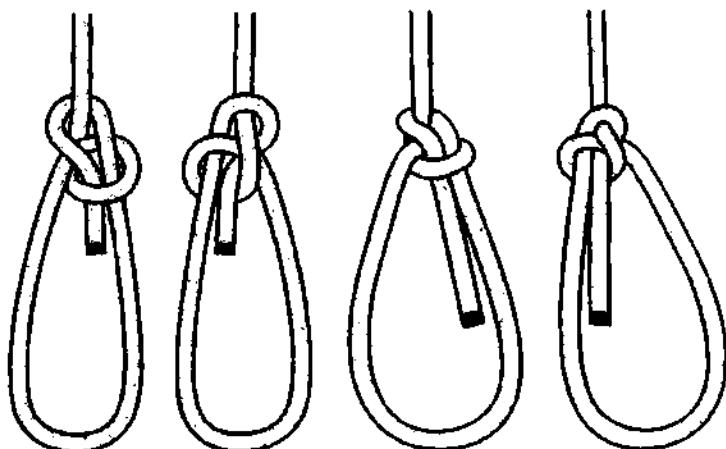
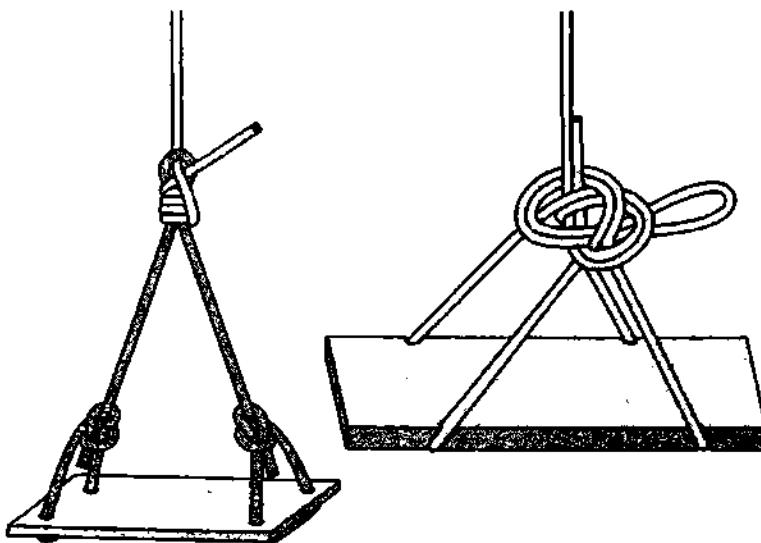

Рис. 281. **Беседочный узел.**
Рис. 282. Беседка.
**Беседочный узел** – очень древний узел (рис. 281). Он был известен людям ещё в каменном веке задолго до того, как его стали использовать на судах финикийские и египетские моряки. Русские моряки называют эту петлю **беседочным узлом**, так как он часто использовался для устройства беседки – деревянной доски для подъёма или опускания человека при ремонтных работах на судне (рис. 282). Похожее название петля имеет у французов – **узел-стул**, ведь в петле можно сидеть даже без прилаживания к ней деревянной доски. Английское название петли – **Bowline Bend**, что означает «узел булиня», снасти, с помощью которой от-